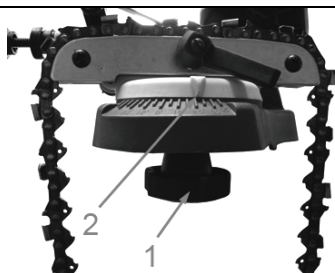

Fig. 4
- Ripetere i passi citati in modo tale, che sia affilato ogni dente (per affilatura dei denti di lato opposto, la testa dell'affilatrice deve essere registrata all'angolo identico per lato opposto; vedi anche fig. 4)